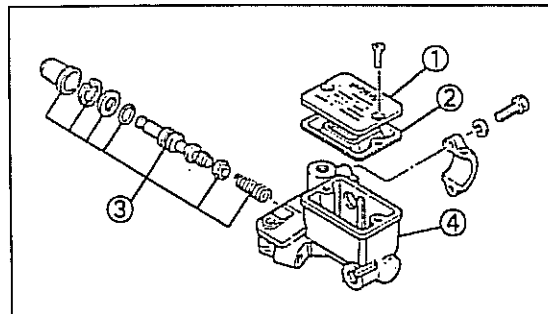

Bild 204
- Feder und Kolben in Bremszylinder einbauen, wobei darauf zu achten ist, dass die Dichtlippen nicht umgestülpt werden. Feder so einsetzen, dass ihr breites Ende innen liegt. Siehe Bild 204.